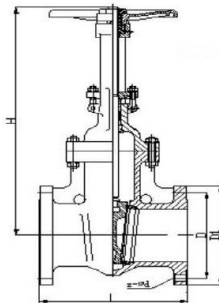

Рис. 1
3.2. Основные габаритные размеры и масса указаны в таблице 2 (см. Рис. 1).